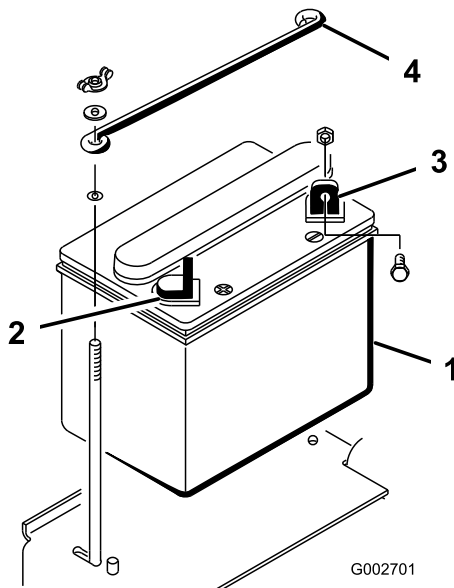

Figura 6
- Coloque la batería en su sitio, con el borne negativo hacia la parte trasera de la máquina (Figura 6).